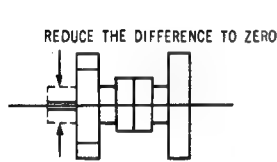

Figure 19 Abb. 19
3. CS-Einsteller (R634) so justieren, dass das (R-Y)-Signal Null wird. (Vgl. Abb. 19)
15. R634 auf Minimum (R-Y)-Signal einstellen. Vgl. Abb. 19.